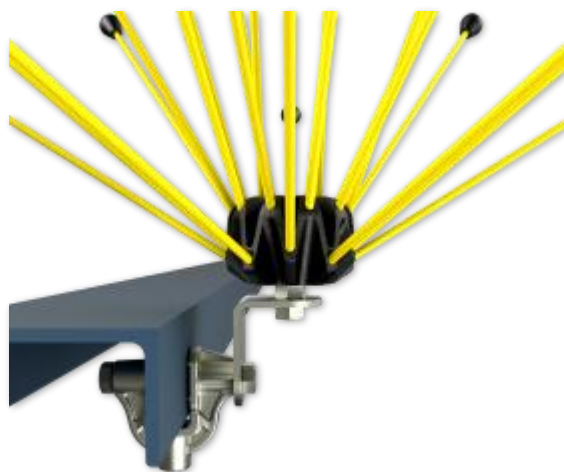

Рис. 4. Установка на вертикальную полку элемента опоры ЛЭП снизу с использованием уголка (поставка оговаривается дополнительно)
- Установить ПЗУ на закрепленную трубку путём ввинчивания его в резьбовое отверстие трубки (или при установке способом, изображённым на рис. 4, путём свинчивания с гайкой).